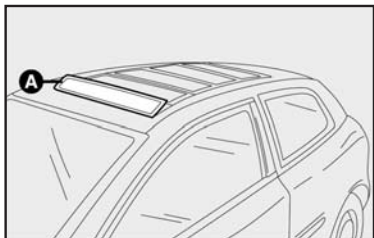

fig. 86
- **Primeiro estágio do botão:** movimento rotativo da primeira lâmina até atingir a posição **A-fig. 86**; a persiana se coloca na linha da segunda lâmina.